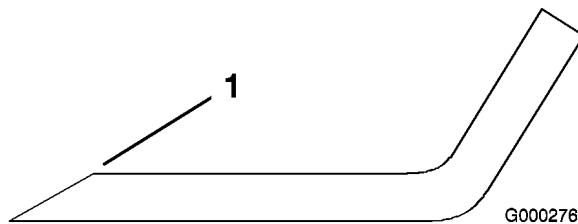

Figure 75
1. Au moyen d'une lime, aiguissez les tranchants aux deux extrémités de la lame (Figure 75) en veillant à conserver l'angle de coupe d'origine. Limez la même quantité de métal sur chacun des deux tranchants pour ne pas déséquilibrer la lame.